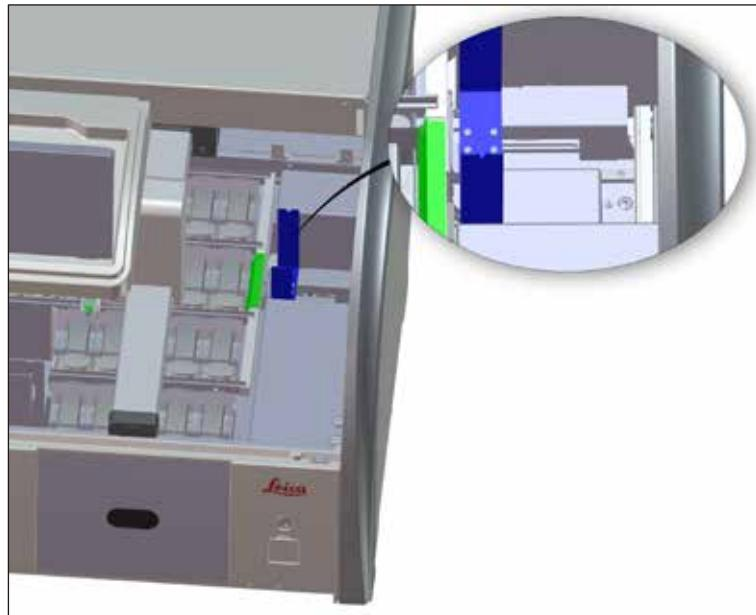

图 96
- 定期检查传输站点 (“图 96”) 是否有试剂残留物, 必要时可用温和、中性 pH 值的市售清洁剂进行清洁。
- 从手柄中逐个取出容器。确保手柄处于正确位置 (“图 96” → 第 86 页 – 6.2.1 准备和操作试剂缸), 以免试剂溅出。